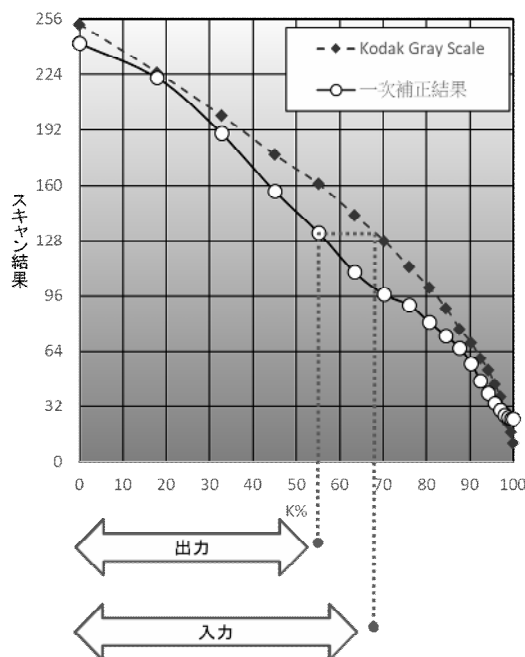

図 20 微修正データ
■補足① 微修正
一回の補正で不十分な場合は次のように微修正する。出力用グレースケールに「反転と補正」トーンカーブを適用し (図 16 の状態)、デジタルネガを作ってプリントする。(IV) これを図 12 と同じ要領で測定してグラフを作る。このとき、トーンカーブの「出力」に用いる値は、図 20 に示す要領で求める。Excel を用いればこれも自動的に計算できる。(図 15 表の「補正のみ」列)